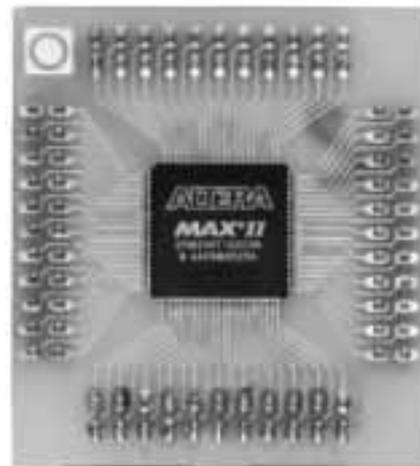

Fig.15 Fotografía del prototipo de la tarjeta SMD KM.1686 que contiene el microchip CPLD de 100 terminales.
**LX.1686:** Todos los componentes necesarios para realizar la **Tarjeta de prueba CPLD** (ver Fig.13 y Fig.14) **incluyendo** circuito impreso, integrados, cuarzo, dos displays, diodos LED, zumbador, pulsadores y la tarjeta **SMD KM.1686** (ver Fig.15) con el chip **CPLD MAX II EPM240T100C5N** .....86,86 €